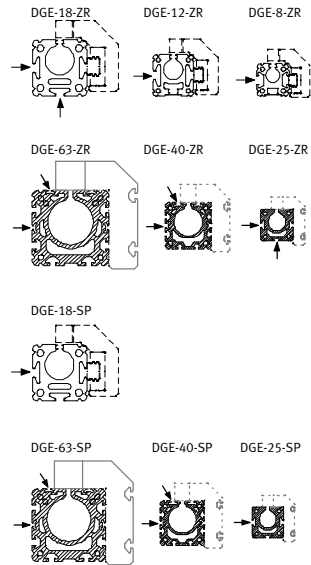

Рис. 28
- Используйте пазы в соответствии с Рис. 28.